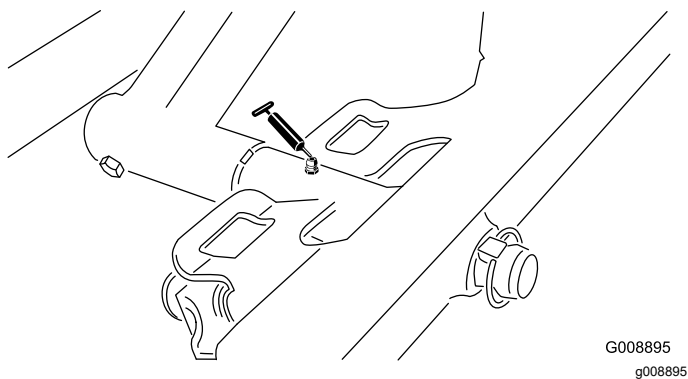

Рисунок 58
- Ось поворота переднего режущего блока (Рисунок 58)